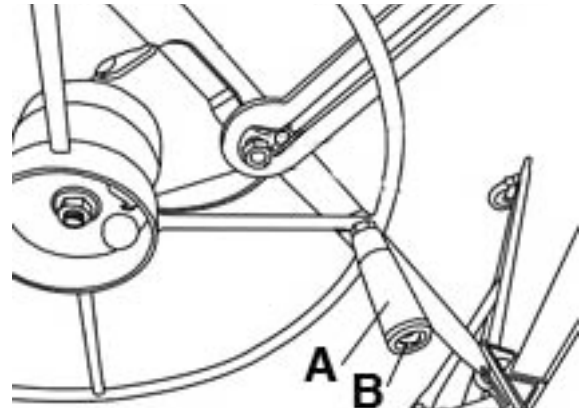

FIGURE 5
- 1) Assemblez la poignée (A) Fig.5 du treuil à la roue du treuil avec le boulon (B) en utilisant un tournevis.